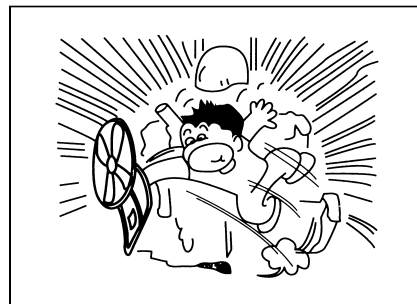

Рис. 2-14
- Строго запрещается контакт любого инструмента и части тела с лопаткой вентилятора или ремнем. Иначе, что приводит к серьезному ранению. (Рис.2-14)